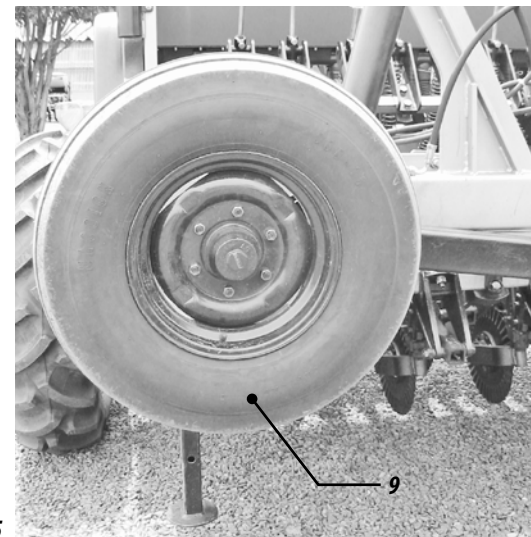

Figura 65
- 13 - Accione los juegos de ruedas del transporte (21) para bajar la sembradora, (llave n° 1 en el panel) . FIGURA 65.